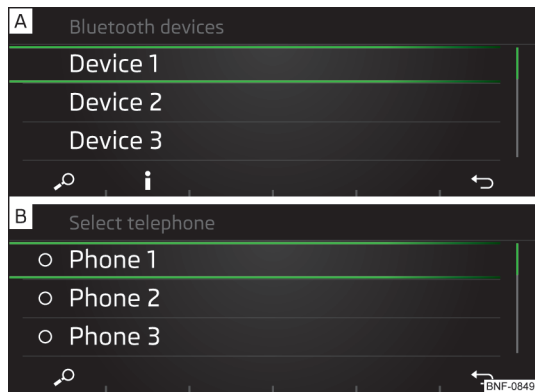

Fig. 110
- › Vælg den ønskede telefon » Fig. 110 – A på listen over fundne eksterne Bluetooth®-apparater.
- › Tryk på funktionsknappen  for at få **vist** informationer om etablering af forbindelse med et eksternt Bluetooth®-apparat » Fig. 110 – A.
- › Vælg den ønskede telefon » Fig. 110 – B eller det eksterne Bluetooth®-apparat » Fig. 118 på side 85 – A på den viste liste.